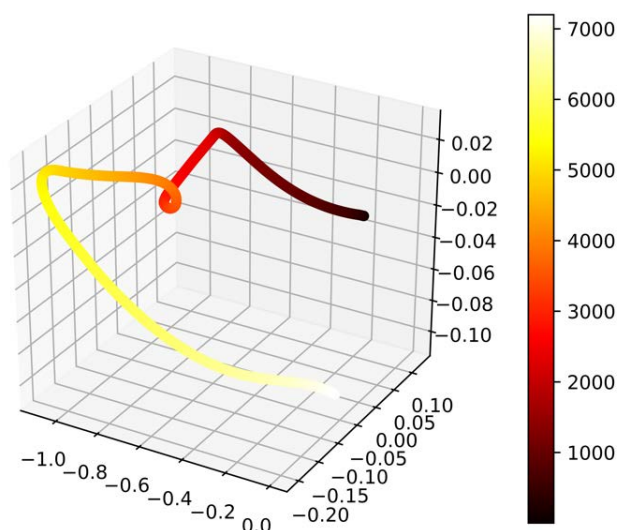

图 11: 飞行器质心变化曲线图
(2) **质心变化曲线:** 已知质心为三维空间的点, 又因质心随着时间的变化而变化。因此, 为展示质心变化曲线, 需要四维立体空间。本文求解得到的质心变化曲线, 如图 11 所示。其中横坐标为 $x$ 轴, 纵坐标为 $y$ 轴, 竖直方向为 $z$ 轴, 第四维使用颜色的深浅来表示时间 $t$ 的推移。当 $t = 1$ 时颜色最深 (黑色),  $t = 7200$ 时颜色最浅 (白色)。
同时, 通过观察供油速度和俯仰角数据, 可以看到它们每秒的变化量都很小, 并呈现一定的连续性, 从而可以推断质心的分布必然也是近似连续的。本文提供的质心变化曲线图(图 11)的连续性也在这个意义上验证了我们方法的正确性。